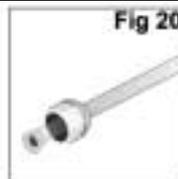

Fig. 20
- Collegare il cavo alla morsettierà così come si vede nella Fig. 20.